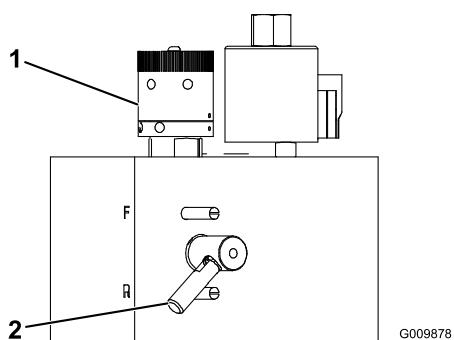

Figura 64
3. Rode o manípulo de rectificação, no bloco das válvulas (Figura 64), para a posição Backlap (R) (Rectificação). Rode o manípulo da velocidade dos cilindros (Figura 64) para a posição 1.
**Importante:** Não rode o manípulo de rectificação da posição Forward (F) para a posição Backlap (R) enquanto o motor estiver a trabalhar, pois pode danificar os cilindros.